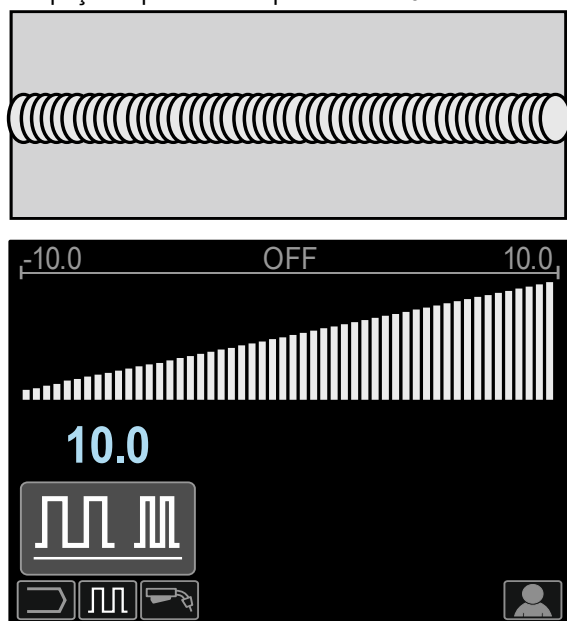

Figura 83
- Frequência superior a 0,0 – Solda estreita e espaçamento das ondulações, velocidade de deslocação rápida. A Figura 83 mostra a solda espaçada quando a frequência é "+10".